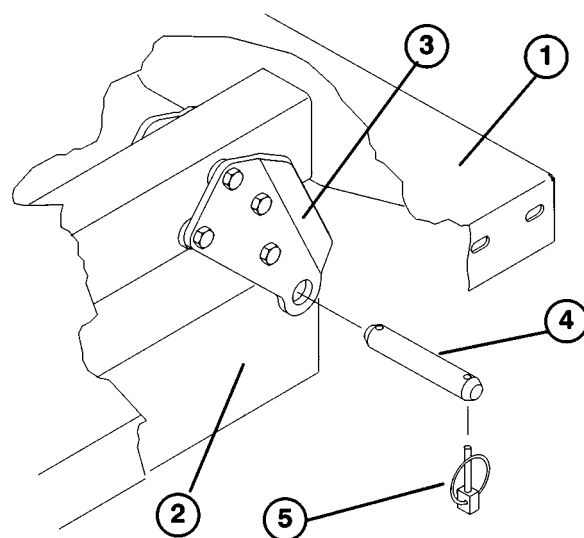

Fig. 2
3. Fjern splitboltene, der fastholder cylinderstangsenderne på ladets monteringsplader ved at trykke boltene mod indersiden (Fig. 2).
4. Fjern splitterne og splitboltene, der fastholder drejebeslagene på rammekanalene (Fig. 2).
Bemærk: Sørg for at de bageste drejeklader er fastboltet på ladrammen/kanalen, så de nederste ender vender skråt bagud (Fig. 2).
2. Anbring omhyggeligt ladet på vognrammen og ret de bageste huller i ladets drejplader ind med hullerne i bageste rammekanal og monter splitbolte og splitter (2 stk.) (Fig. 2).